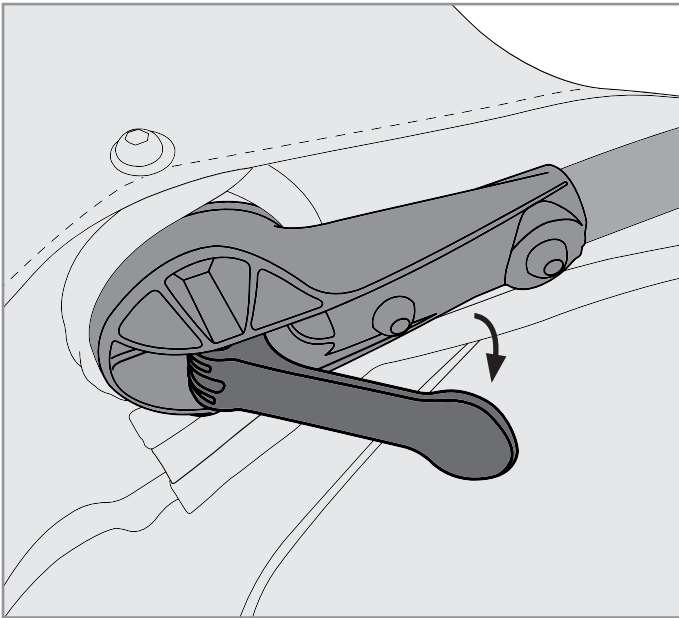

Figure 23
2. **Stroll / Jog mode:** The roll bar\* may be rotated to serve as a handlebar while trailer is in strolling or jogging mode (Figure 22B). Pull lever to rotate (Figure 23).
2. **Mode promenade :** l'arceau de sécurité\* peut être tourné pour servir de guidon lorsque la remorque est en mode promenade (Figure 22B). Tirez le levier pour tourner (Figure 23).
2. **Schiebe-/Laufmodus:** Der Überrollbügel\* kann umgedreht und als Griffstange genutzt werden, wenn der Anhänger geschoben wird (Abbildung 22B). Ziehen Sie den Hebel, um die Griffstange zu drehen (Abbildung 23).